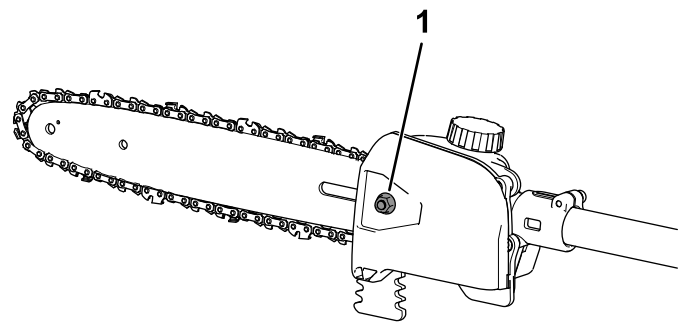
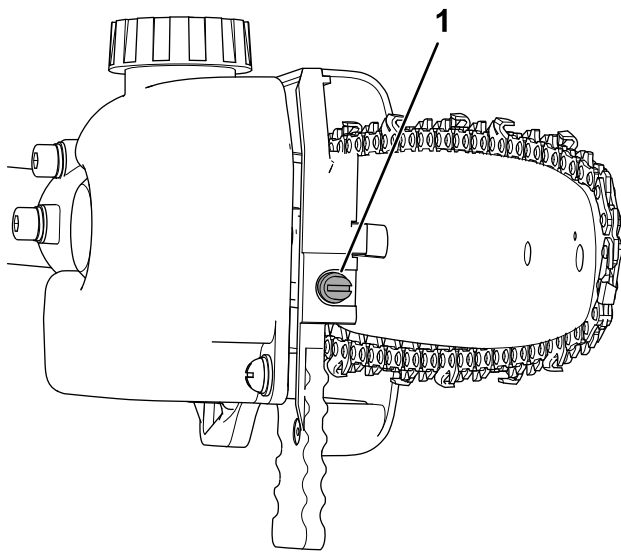

Figure 13
Figure 14
4. Tournez la vis de l'étui du guide-chaîne dans le sens antihoraire pour desserrer l'étui, mais laissez-le en place (Figure 13).
5. À l'aide de la vis de réglage de tension, ajustez la tension de la chaîne (Figure 14), puis fixez le couvercle latéral sur l'élagueuse en tournant la vis de l'étui du guide-chaîne dans le sens horaire; vérifiez ensuite la tension (Figure 13).
3. Détendez la chaîne en tournant la vis de tension dans le sens antihoraire (Figure 14).